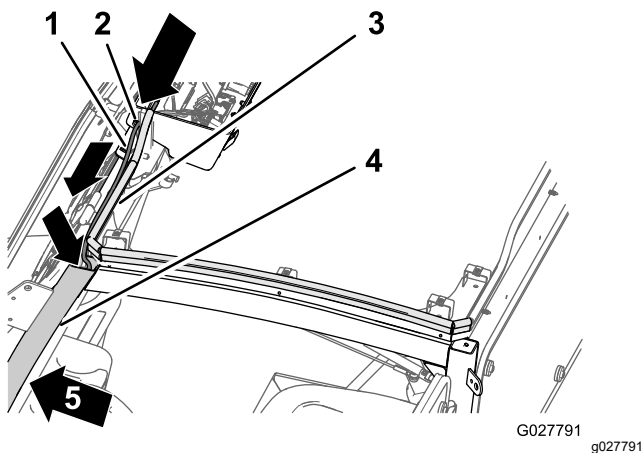
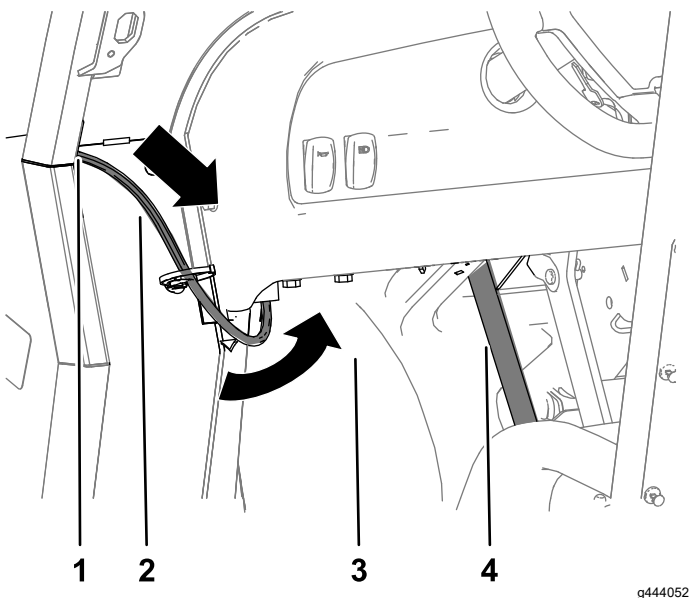
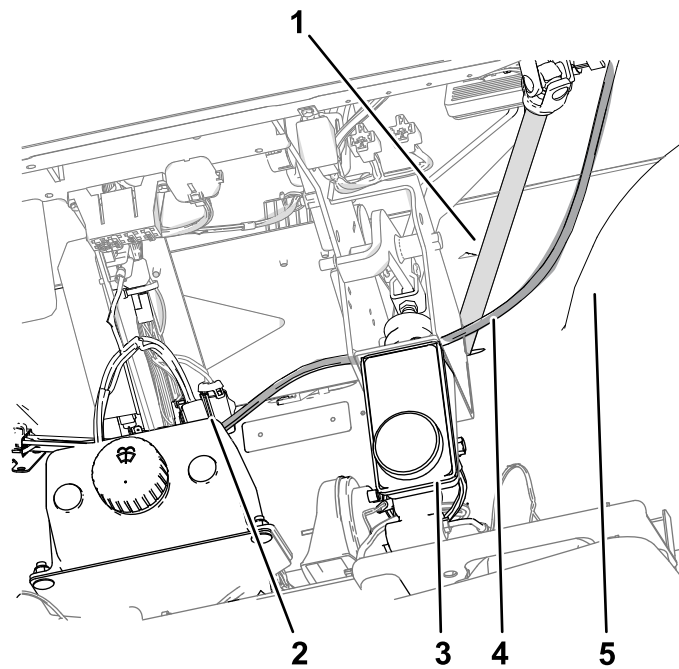

図 39
図 40
図 41
1. キャブのフレームの前部にある電球用シールに沿って、ホースを頭上コンソールの左側へ導く 図 39。
2. 運転席側のサイドピラーAの上部についている穴に、ホースのもう一方の端部を入れ、フレームの中を通してホースをピラーの下穴まで導く 図 39 と 図 40。
3. ホースの端部を、前方の、フェンダーとステアリングコラムの間に通す 図 40 と 図 41。
4. ホースを車両の内側方向ウォッシャー液タンクの方へ導く 図 41。